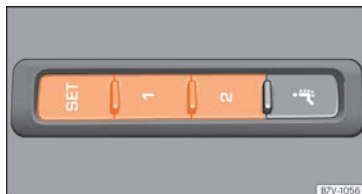

**Fig. 136** Teclas de memoria en la parte exterior del asiento del conductor.
- Pulse la tecla **SET** durante más de 1 segundo »» **fig. 136.**
- Mantenga pulsada la tecla  »» fig. 136.